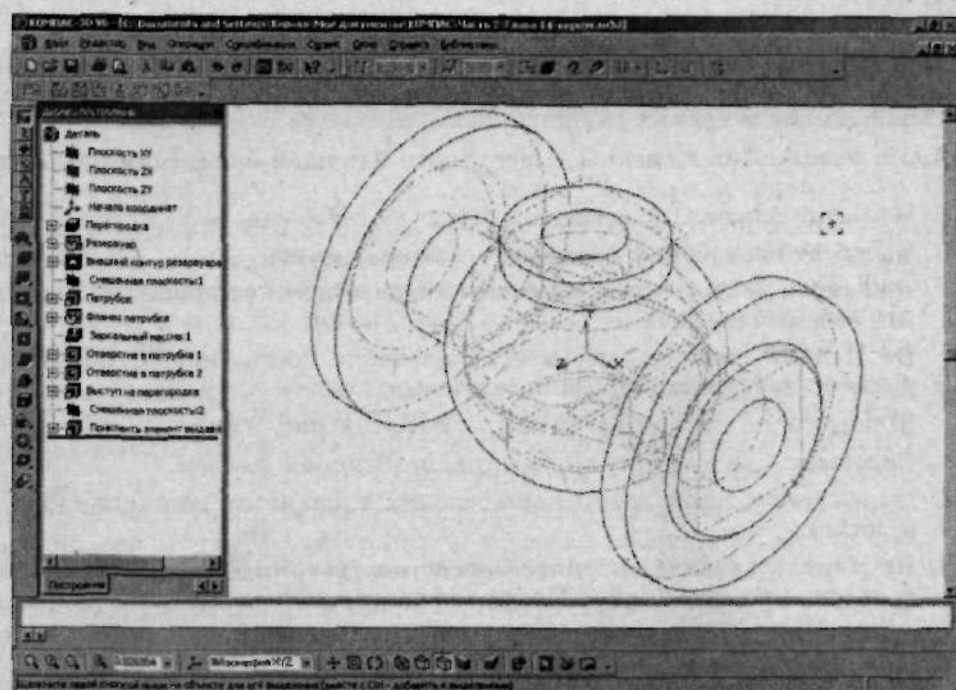

Рис. 2.155. Верхний фланец создан
7. Щелкните по кнопке — рис. 2.155.